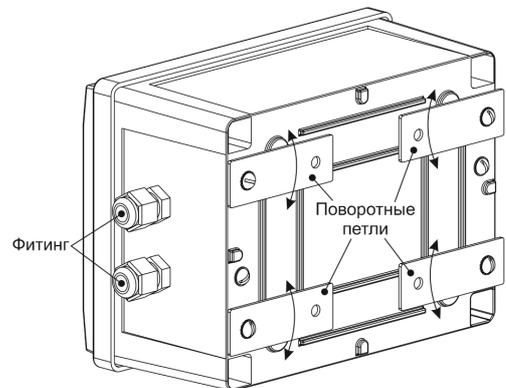

Рис.1
- Повернуть петли на необходимый угол и зафиксировать их, хорошо затянув винты (см.рис.1).
- Подвод кабельных линий осуществить через люверсы или фитинги (установить при необходимости обеспечения герметичности) на боковой стенке корпуса (кабель должен быть круглого сечения) (см.рис.1,2).